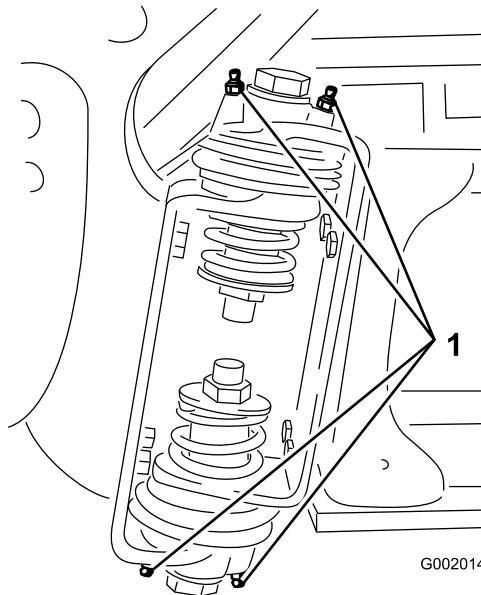

Figure 73
2. Injectez la graisse dans le roulement ou la bague au niveau de chaque graisseur (Figure 73).